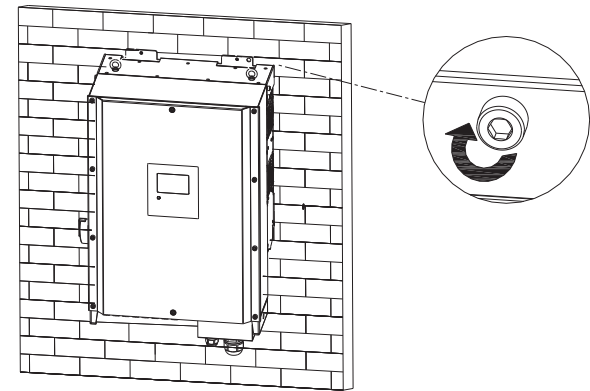

图3-5
3. 为了保证逆变器能够可靠的固定在墙上，用M6\*10的螺丝把逆变器的侧面固定（如图3-5）；